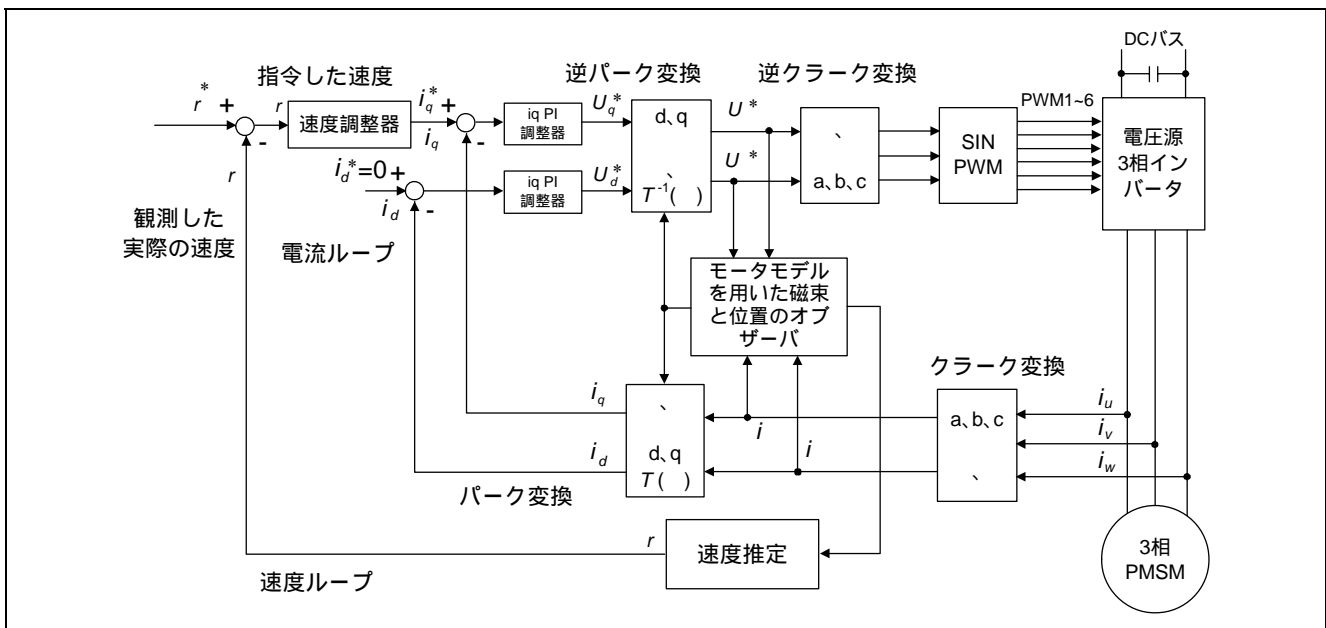

図 9 センサレスベクトル制御のブロック図
図 9 に示したベクトル制御表現を使えば、DC モータの制御とほぼ同じ方法で磁束とトルクを簡単に制御することができます。すなわち、磁束は I_d 電流で制御され、トルクは I_q 電流で制御されます。3 相モータには、その特性上、3 つの巻線と 3 つの電流があり、それぞれが 120 度離れています。ベクトル表現ではクラーク変換とパーク変換を使用して、(u、v、w) フレームで測定した相電流を最初に静的直交 (a、β) フレーム (90 度離れている) に変換し、次にロータフレームに変換します。これも直交フレームですが、(d、q) フレームと呼ばれる磁場軸に沿って調整されています。これらの変換は、ロータ角度について超越関数のサインとコサインを使用しているため、計算を行うときにロータの角度が既知であることが必要条件になります。いったん電流が (d、q) フレームに変換されれば、制御アルゴリズムは単純に PID または PI ループを実行して、トルクと磁束に必要な電圧を計算します。次に、この必要な電圧 (V_{dc} 、 V_{qc}) は、逆クラーク変換と逆パーク変換を使用して (u、v、w) フレームに変換され、さらに PWM のデューティサイクルが計算されます。
これらのブロックはすべて、図 9 に示す内部電流ループを形成しており、2 つの計算ブロックは、磁束オブザーバおよび速度推定と呼ばれ、センサレスベクトル制御表現の特別な部分です。センサを使用してロータの角度と速度を測定するときには、これらの 2 つのブロックは大幅に変化します。
- ソフトウェアは、SVC ブロック図に従ってモジュール化されています（図 9 に示すとおり）。